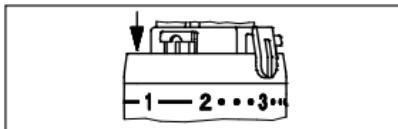

Abb.7
2. Zur unteren Begrenzung wird ein Element, wie abgebildet, in die Position eine Nut vor der Merkzahl „2“ eingesteckt (Abb. 7).